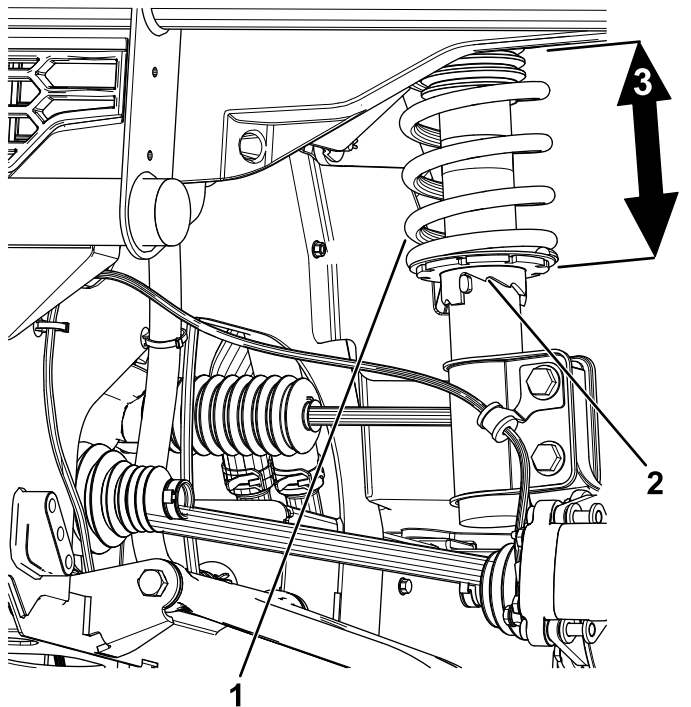

Figura 121
2. Si la altura sobre el suelo no es correcta, utilice la llave de ajuste de muelles para girar el collarín del amortiguador para alinear la rueda (Figura 121).